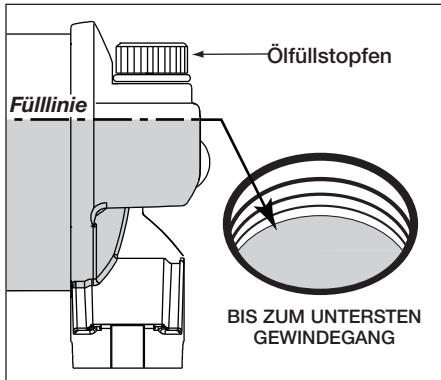

Abb. 16, Ölstand im Behälter
3. Überprüfen Sie den Ölstand. Siehe Abb. 16. Wenn der Ölstand niedrig ist, fügen Sie zusätzliches Öl bis zum untersten Gewindegang der Ölfüllstopfenoöffnung hinzu.